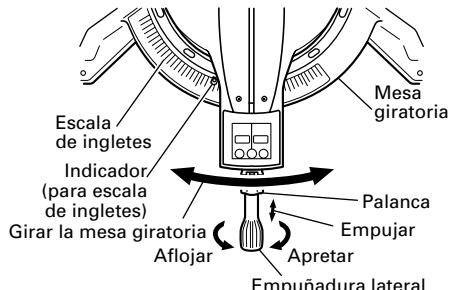

Fig. 24
(1) Afloje la empuñadura lateral y empuja la palanca para los topes de ángulo. Luego, ajuste la mesa giratoria hasta que el indicador se alinee con el ajuste deseado de la escala de ángulos de inglete (Fig. 24).
(2) Vuelva a apretar la empuñadura lateral para asegurar la mesa giratoria en la posición deseada.